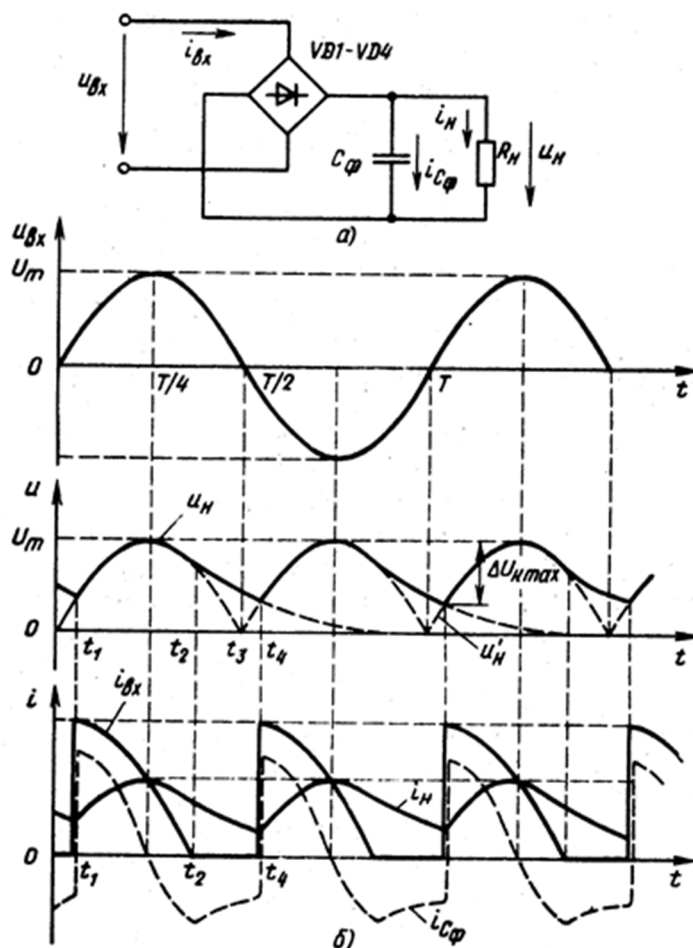

Рисунок 4 - Схема двухполупериодного выпрямителя с емкостным фильтром (а) и временные диаграммы, поясняющие его работу (б)
**Емкостной сглаживающий фильтр** является наиболее простым. Он состоит из конденсатора  $C_{\phi}$ , включаемого параллельно сопротивлению нагрузки (рисунок 4, а). Временные диаграммы, поясняющие его работу на выходе двухполупериодного выпрямителя, приведены на рисунке 4, б.